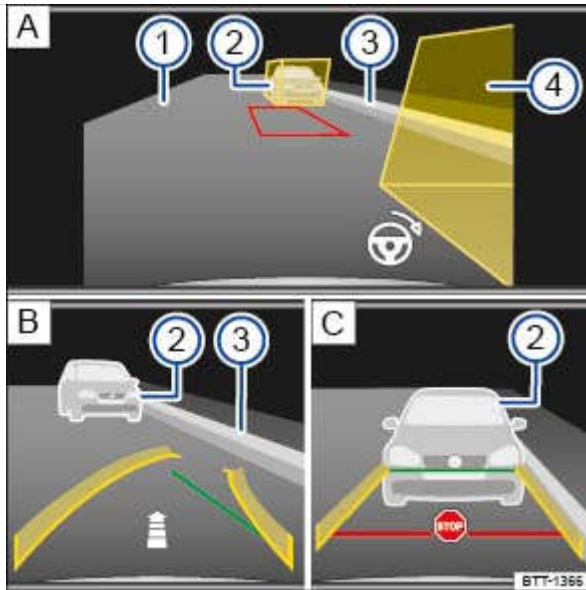

Fig. 169 Affichage à l'écran de la caméra de recul : stationnement en mode 2
Légende de la → Fig. 169 :
| 6. | Positionnez le véhicule à environ un mètre parallèlement à la rangée de voitures de sorte que les places fictives affichées recouvrent complètement les obstacles → Fig. 169 (2) A . La zone entre les places fictives doit être exempte de tout obstacle. Recommandation : si équipé, orientez le véhicule en fonction de la limitation avant/du véhicule, c.-à-d. le véhicule à garer doit se situer entièrement dans la place de stationnement fictive. |
| 9. | Braquez le volant jusqu'à ce que le trapèze rouge se place entre les places fictives et soit entouré de vert. Un positionnement du trapèze jaune peut s'effectuer à l'aide du marquage existant de l'espace de stationnement. Maintenez le volant dans cette position. Le symbole du volant dans la partie inférieure droite de l'écran → Fig. 169 A indique au conducteur les mouvements de braquage requis pendant toute la manœuvre de stationnement. |
| 10. | Sans changer la position du volant braqué, reculez lentement jusqu'à ce que le signe Stop s'affiche. OU : jusqu'à ce que la ligne latérale verte incurvée coïncide avec la délimitation latérale de la place de stationnement, par ex. un trottoir (3). Suivant le nombre de segments représentés, une flèche → Fig. 169 B indique le |
| 14. | Continuez à reculer lentement jusqu'à l'apparition du symbole Stop → Fig. 169  . |